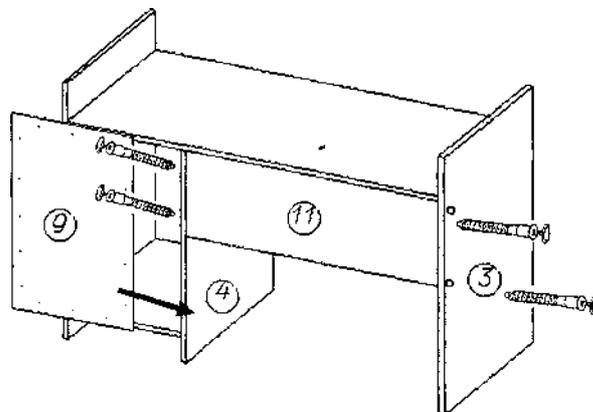

Рис. 19.
Закрепить стенку(2) к стенкам(3,4) с помощью стяжки 7 (рис.19). Установить заглушки к стяжке 7. Установить и закрепить заднюю стенку(9) гвоздями 3.